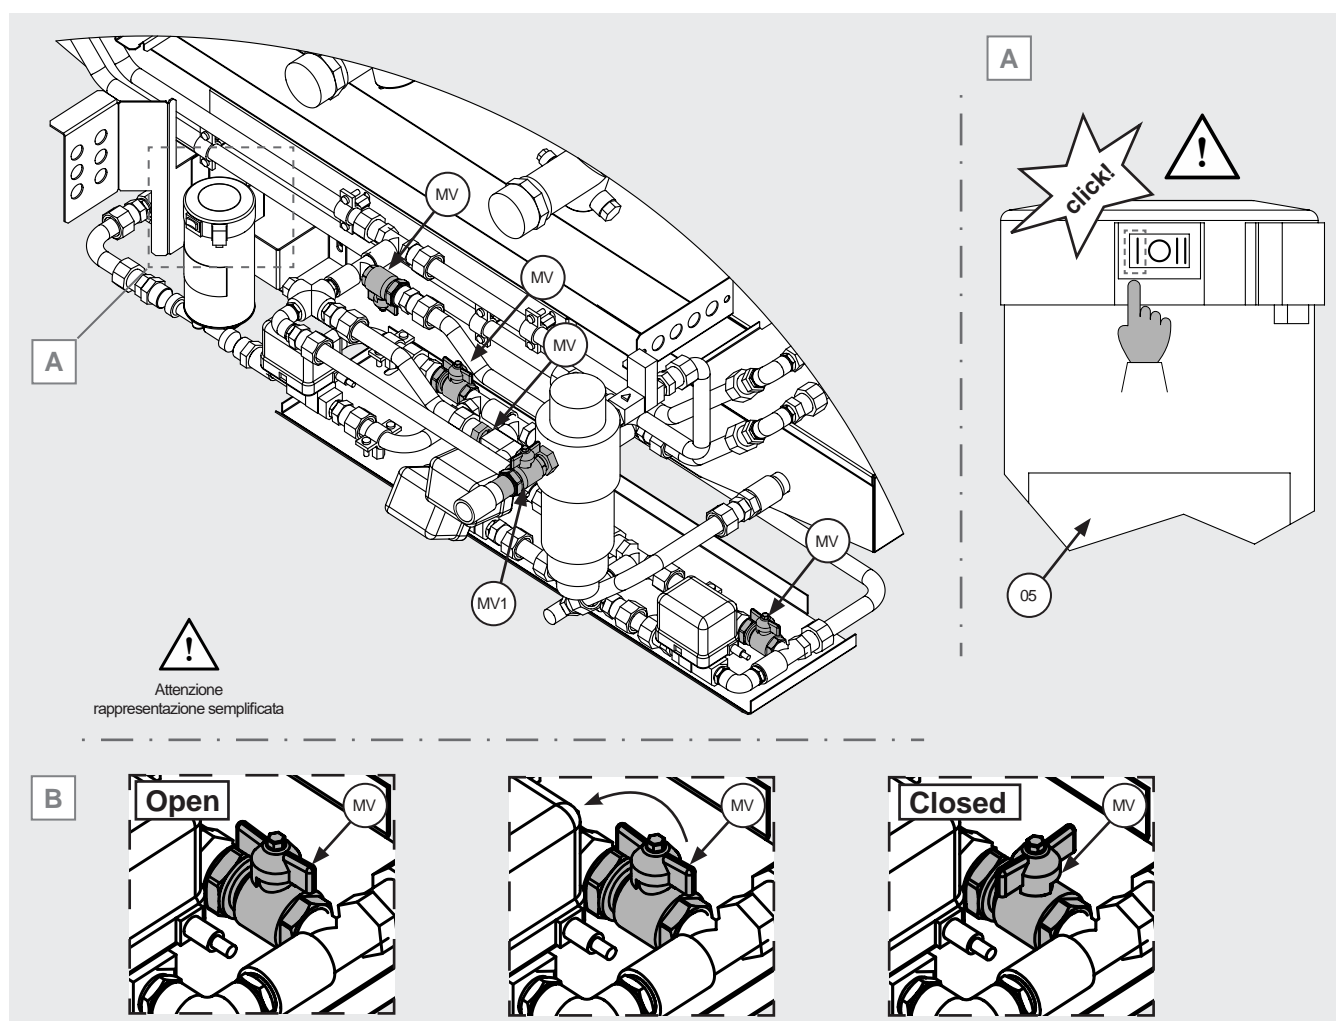

Figura 17
- 10.14 Valvola manuale (MV1) ingresso acqua aperta, rimanenti valvole manuali (MV) chiuse, v. Figura 17 B.
- 10.17 Verificare, quando presente, che l'interruttore della pompa (05) di recupero sia posizionato su I. Vedi Figura 17 dettaglio A.